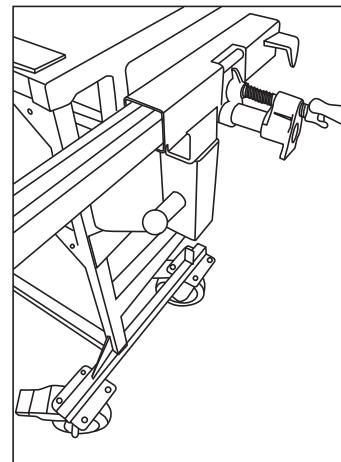

Fig. 2
2. Para utilizar el ensamblaje de la prensa de velocidad (9) para cortar varillas. Coloque la varilla de $\frac{7}{8}$ " o 1 – $\frac{5}{8}$ " en el soporte de varilla. Ubique la varilla en la posición correcta para realizar el corte deseado. Ajuste la prensa de velocidad (9) girando con la manivela el asa hasta que quede ajustada. La varilla ahora está lista para que se pueda cortar de manera segura (Fig. 2).